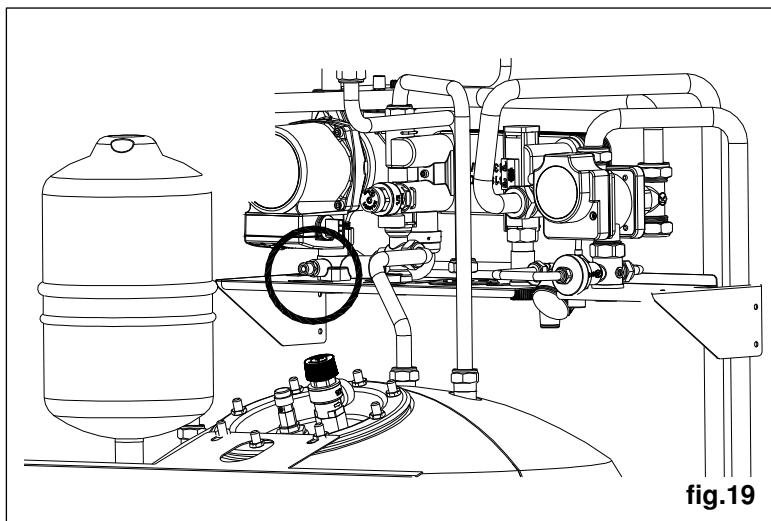

fig.19
-Pour vidanger uniquement la chaudière, fermer les robinets départ/retour du circuit de chauffage. Ouvrir le robinet de vidange (fig.19) placé dans le collecteur de la pompe sur la partie inférieure de la chaudière.